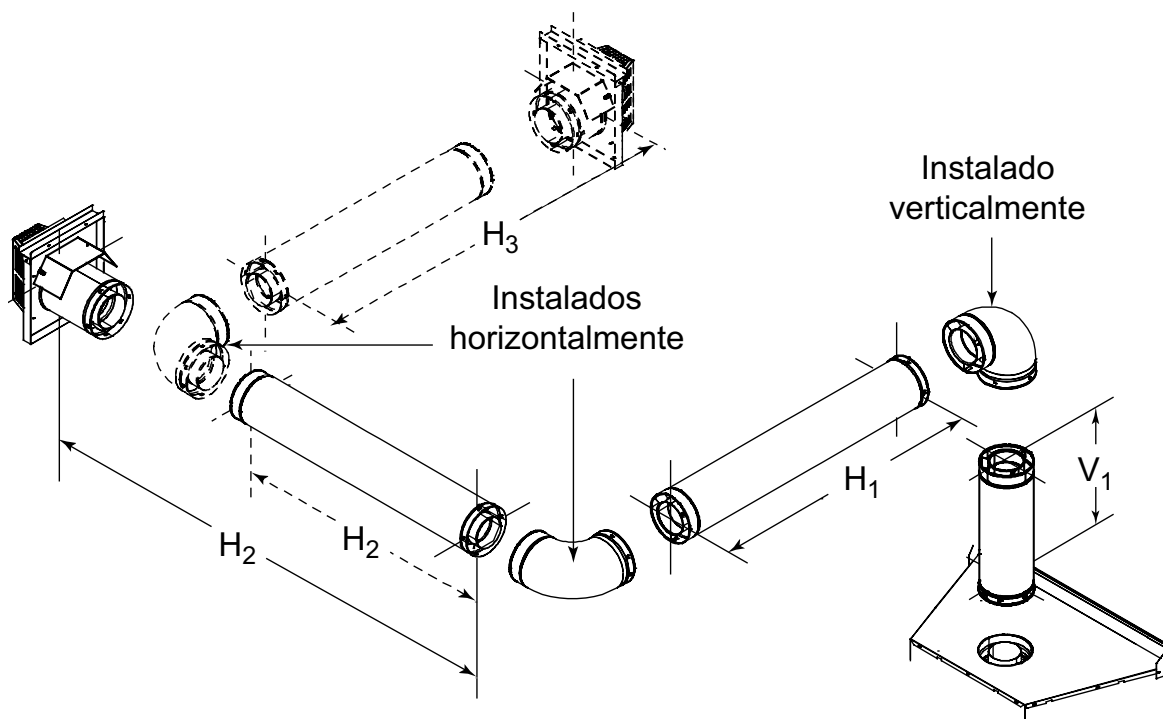

Figura 5.6 Dos o tres codos, algunos instalados horizontalmente
- Se puede utilizar un máximo de tres codos de 90° (o seis de 45°) en cualquier configuración de ventilación. Algunos codos pueden ser instalados horizontalmente. Vea la figura 5.6.
Vea la figura 5.6 para más información de como instalar codos horizontalmente.